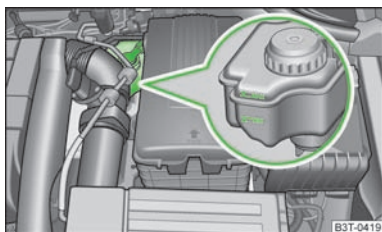

Fig. 163
- Contrôlez le niveau de liquide de frein sur le réservoir » fig. 163. Celui-ci doit arriver entre les marques « MIN » et « MAX ».